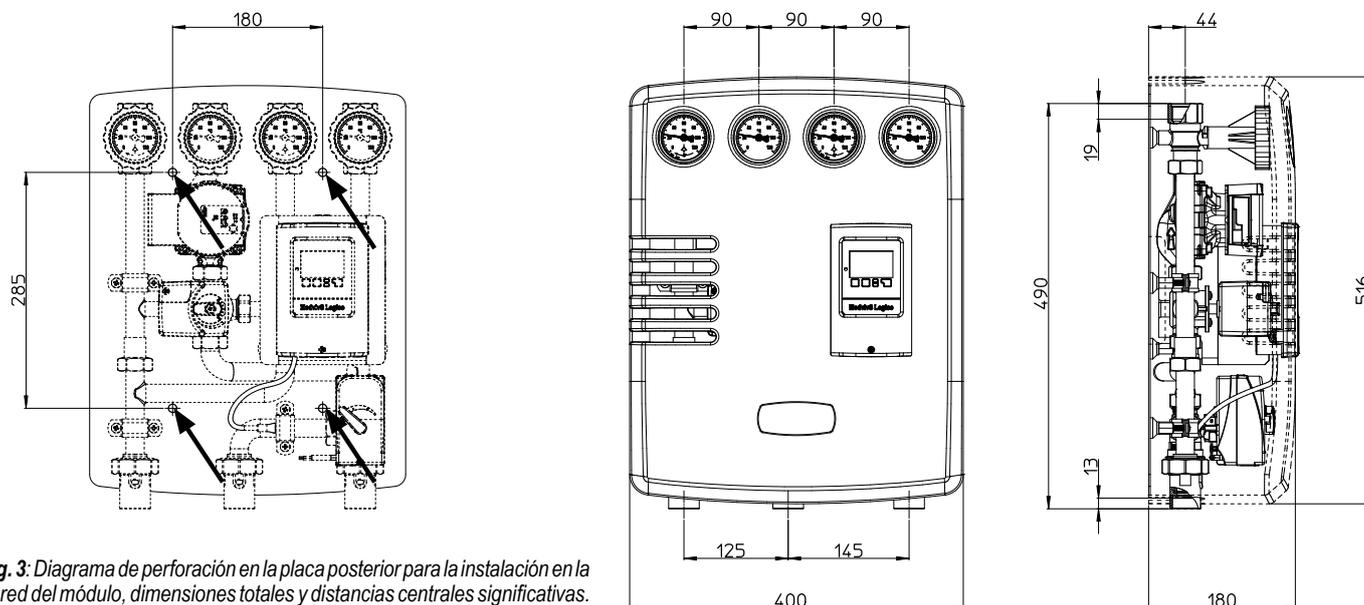

Fig. 3: Diagrama de perforación en la placa posterior para la instalación en la pared del módulo, dimensiones totales y distancias centrales significativas.
- ✓ Identifique la posición de los 4 agujeros que se realizarán en la pared de acuerdo con el diagrama de la Fig. 3;
- ✓ Conecte las tuberías de acuerdo con el diagrama de conexión, siguiendo las indicaciones que se muestran en la Fig. 3